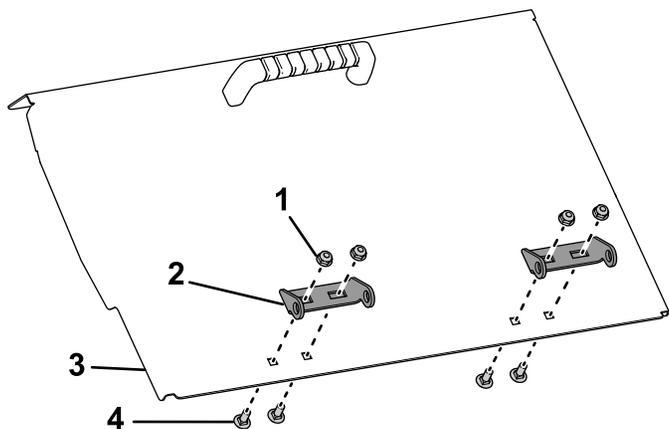

Bild 7
6. Befestigen Sie das Scharnier des Füllkastens lose mit den mitgelieferten Schlossschrauben ($\frac{1}{4}'' \times \frac{5}{8}''$) und Sicherungsmuttern (Bild 7). Richten Sie das Scharnier an der Tür mit dem Scharnier an der Maschine aus und ziehen Sie dann die Befestigungen fest.